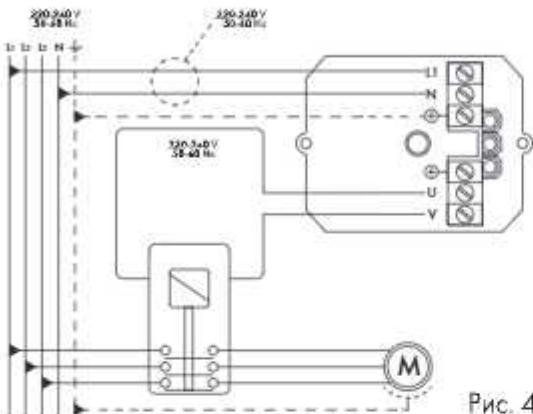

Рис. 4
4.2. Для электрического подсоединения придерживайтесь схемы, приведенной на кожухе монтажной платы или на рис. 3. При использовании блока автоматики с трехфазным или однофазным электронасосами, у которых коммутируемый ток свыше 10 А используйте электромагнитный пускатель [рис. 4], необходимо использовать электрокабель с термической стойкостью не ниже 99°С.